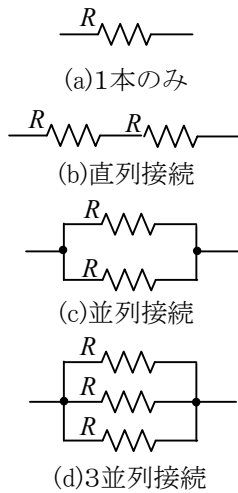

図2-1 抵抗の各接続
(1) 図2-1の抵抗の各接続について合成抵抗を測定しなさい。結果は表2-1に記入すること。抵抗値は全て同じ値とし、100Ω~100kΩの中から選ぶこと。